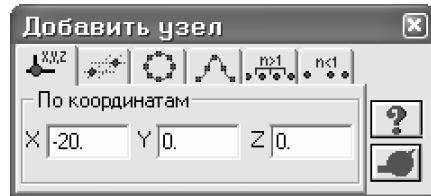

Рис.8.4. Диалоговое окно Добавить узел
- Вызовите диалоговое окно **Добавить узел** (рис.8.4) с помощью меню **Схема ⇒ Корректировка ⇒ Добавить узел** (кнопка на панели инструментов).